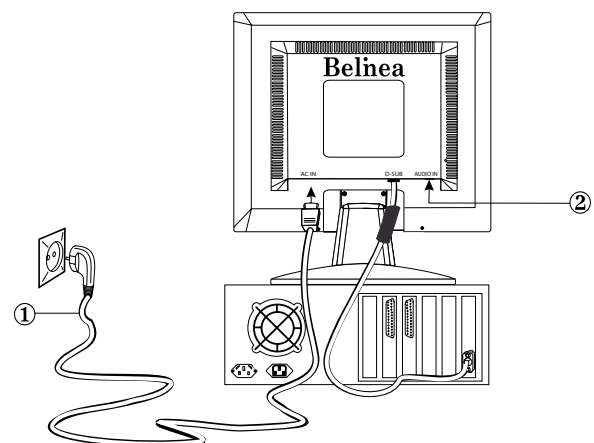

Abbildung 3. Stromversorgung anschließen
Schließen Sie das separate Netzkabel (① in Abb. 3) an den Monitor und eine Schuko-Steckdose an.
Wenn Ihr Computer über einen Audioausgang verfügt, schließen Sie das mitgelieferte Audiokabel an die Audioeingangsbuchse des Monitors (② in Abb. 3) und die Line-Out-Buchse des PC an.